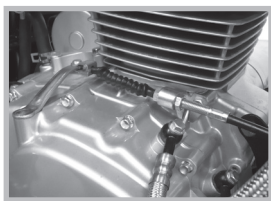

Imagen 27. Tuerca y tornillo templador
5. Utilizar la tuerca y el tornillo templador del embrague ubicadas en la parte superior del motor. Ver imagen 27.